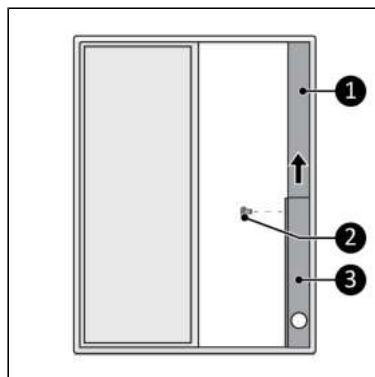

Figura 26.
3. Plasați kitul pentru ferestre inclus în deschiderea ferestrei (Figura 26, elementul 3).
4. Folosiți partea superioară a setului (Figura 26, elementul 1), pentru a se ajusta la înălțimea ferestrei.
(Figura 26, elementul 2).
(vezi figura 26)